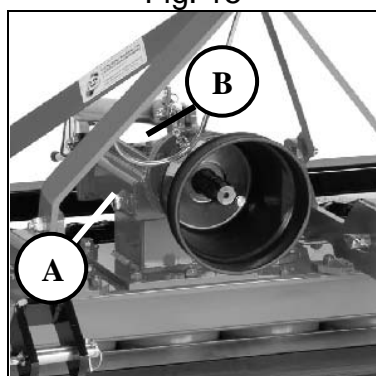

Fig. 16
1. Die Walzenhalterungen schmieren (Fig. 16, Punkt A).